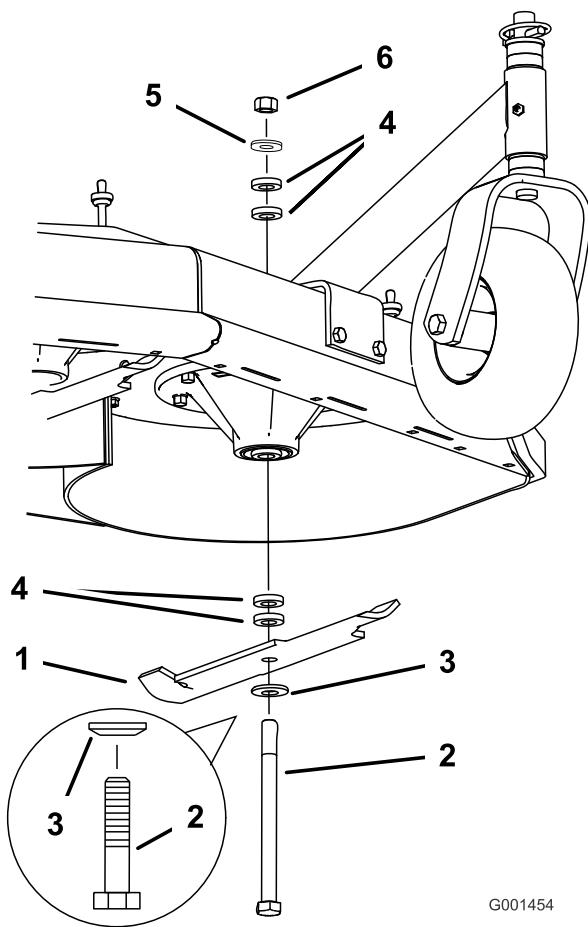

Figura 19
4. Sujete el perno de la cuchilla y retire la tuerca. Deslice el perno por el eje, y cambie los espaciadores según sea necesario (Figura 19).
5. Instale el perno, la arandela curva y la cuchilla, añada espaciadores adicionales, y sujeté todo con una arandela fina y una tuerca (Figura 19).